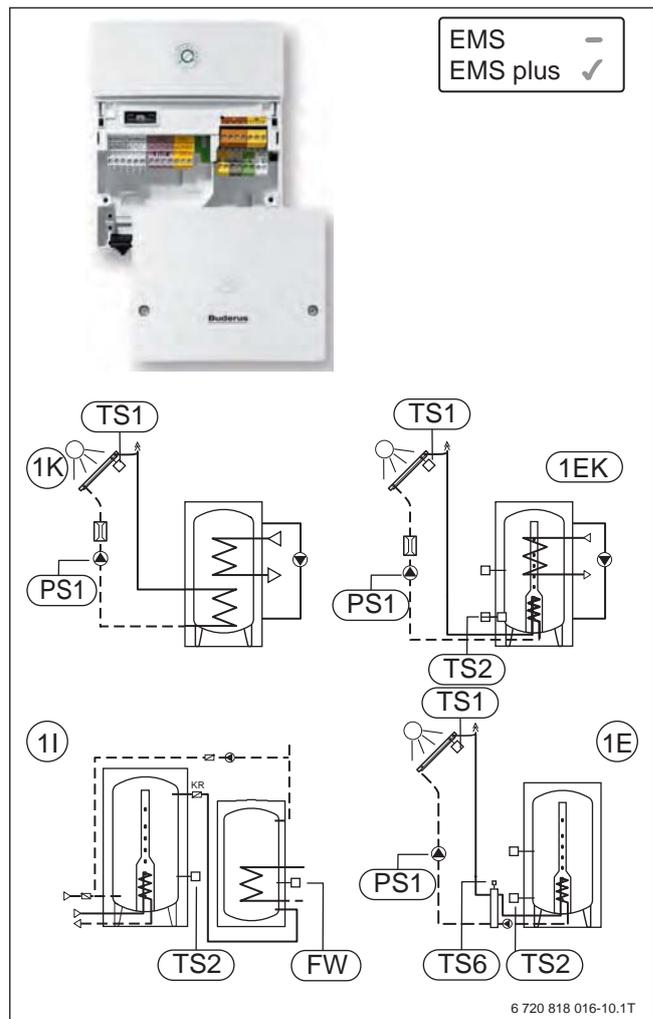

Bild 77 Solarmodul SM100
- Tägliche Aufheizung oder thermische Desinfektion (→ Bild 77, [1])
- Tägliche Aufheizung oder thermische Desinfektion der Vorwärmstufe (Speicher-Reihenschaltung) mit Umladepumpe (→ Bild 77, [3]) oder Umschichtpumpe (→ Bild 77, [2])
- Umladung von Vorwärm Speicher in Bereitschafts Speicher (→ Bild 77, [3])
- Externer Wärmetauscher im Kollektorkreis mit separater Pumpenansteuerung Primär- und Sekundärkreispumpe inklusive Frostschutzfunktion Wärmetauscher (→ Bild 77, [4])